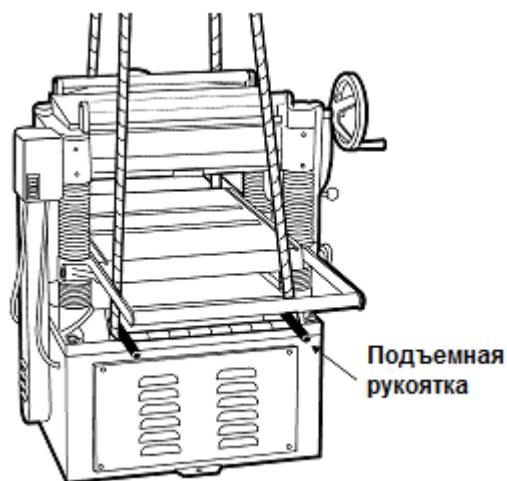

Рис. 3
- На станке имеются четыре подъемные рукоятки (см. Рис. 3). Рукоятки можно извлечь для
- Если для подъема станка используются стропы или вилочный погрузчик, поднимать необходимо только за подъемные рукоятки (см. Рис. 3). Следите, чтобы во время подъема станок сохранял равновесие.